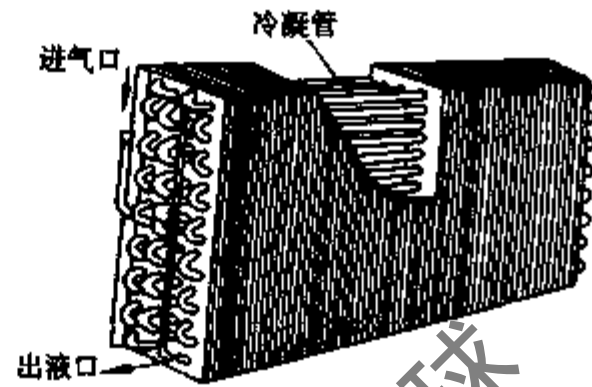

图 2-14 风冷式冷凝器
(1) 冷凝器。房间空调器采用风冷式冷凝器，结构如图 2-14。由紫铜管与冲出带凸沿圆孔的薄铝片经过穿片、胀管、焊接弯头制成。工作时，由电风扇强制空气流过翅片(薄铝片)之间的空隙，增加传热效果。